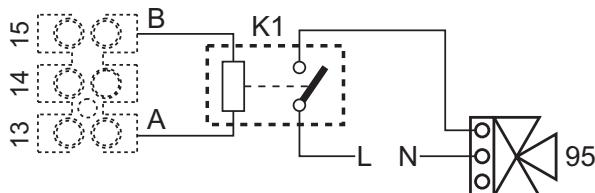
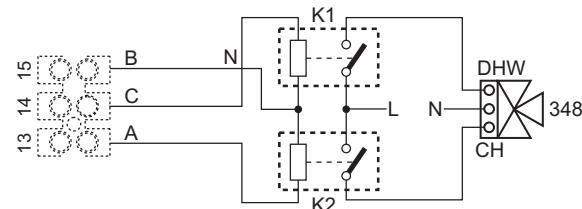

fig. 92- Raccordement de la vanne 3 voies à 2 fils
fig. 93- Raccordement de la vanne 3 voies à 3 fils
**ATTENTION :** pour raccorder la vanne 3 voies (bornes 13 - 14 - 15), se référer aux schémas de fig. 92 et fig. 93.